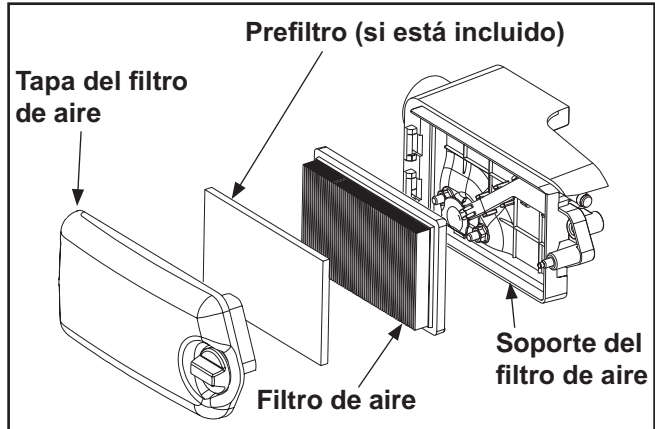

Figura 17. Conjunto de filtro de aire – Vista despiezada.
Este motor está equipado con un filtro de aire recambiable de papel de alta densidad o un filtro de aire de espuma, dependiendo de la aplicación. Además, puede incluir también un prefiltro de espuma opcional. Ver Figura 17.
1. Quite la tapa del filtro de aire, el filtro de aire de papel y el prefiltro, si está incluido. Ver Figura 17.
- Quite la tapa del filtro de aire, el filtro de aire de espuma y el prefiltro, si está incluido. Ver Figura 17.
- Afloje la rueda de la tapa del filtro de aire y quite la tapa. Ver Figura 17.